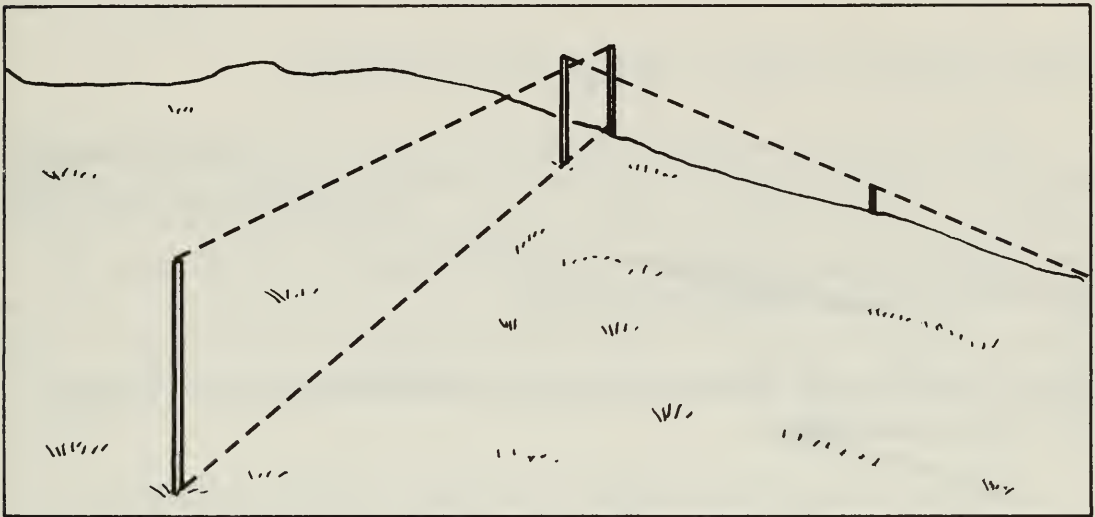
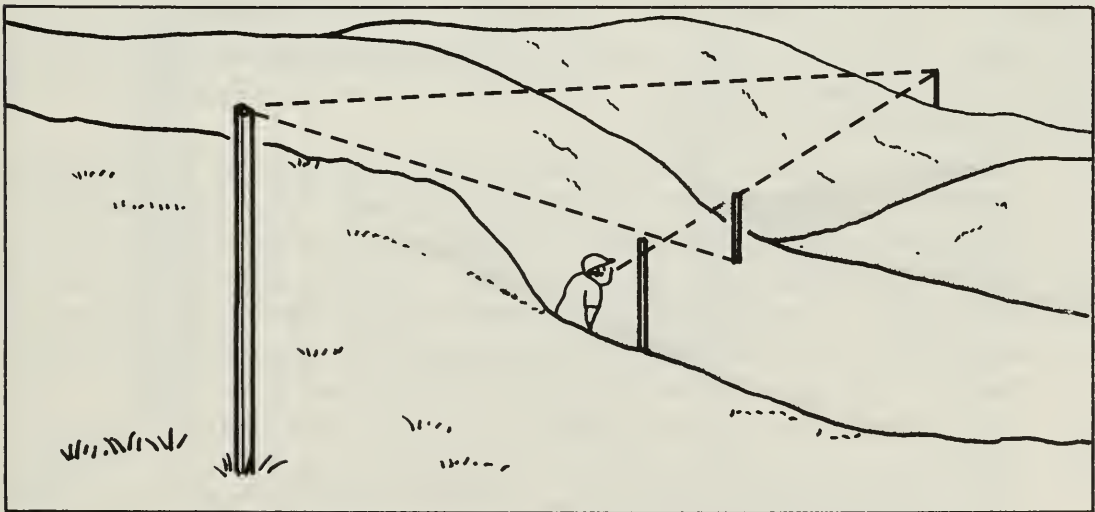
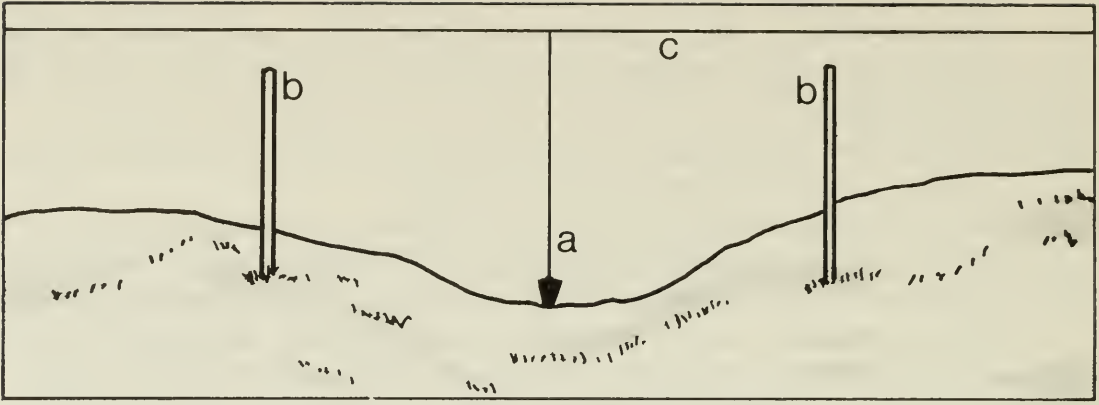

Fig. 16 Alignement d'une clôture au-dessus d'une butte.
Fig. 17 Alignement d'une clôture traversant un creux de terrain.
Fig. 20 Utilisation d'un fil à plomb pour localiser les poteaux dans un fossé.
Lorsque des buttes ou fossés sont dans la ligne de visée, il faut avoir recours à des techniques spéciales. Dans le cas d'une butte, placer deux jalons espacés d'environ trois mètres au sommet de la butte de façon qu'ils soient tous deux visibles des deux extrémités de la clôture (fig. 16). À la traversée d'un creux de terrain, placer deux jalons et les aligner en les mirant à partir du point le plus élevé des deux côtés du creux (fig. 17).
5. Près des jalons dans les fossés, marquer l'emplacement des poteaux de fossé. Pour ce faire, utiliser un fil à plomb (fig. 20), si le fil-guide peut être atteint, ou faites-le à l'oeil en vous servant des jalons (fig. 17).